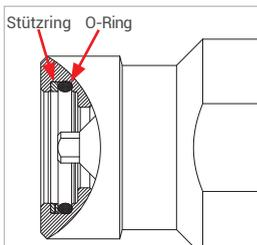

Abbildung 13
- ▶ Kontrollieren Sie vor dem Einsetzen des Nippelinserts (Pos. 7) die beiden Dichtelemente (O-Ring und Stützring, *Abbildung 13*) auf korrekte Einbaurichtung, richtigen Sitz und Beschädigung. Wenn die Dichtungen beschädigt sind, tauschen Sie die Dichtungen aus. Beachten Sie hierzu das *Kapitel 8.4.1 Austausch der Dichtelemente im Nippelinsert (Pos. 7) auf Seite 59*.